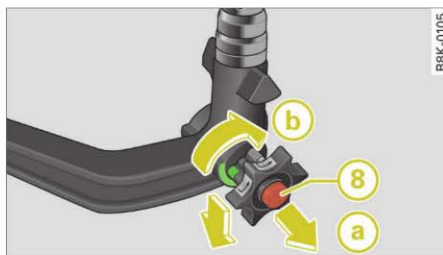
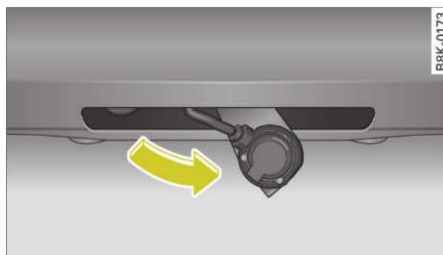

Fig. 210 Dispozitiv demontabil de remorcă: Demontarea cuplei sferice
Fig. 211 Zona barei de protecție spate: Ridicarea capacului prizei ►
- Îndepărtați clapeta și introduceți cheia ⑧ ⇒ *pagina 204*, fig. 210 în rozetă.
- Mențineți cupla sferică fix și trageți rozeta în sensul săgeții ⑨.
- Roțiți complet rozeta în sensul săgeții ⑩.
- Apoi rabatați priza ⇒ *pagina 204*, fig. 211 în sus până la **limită**. Astfel se va închide automat locașul de prindere.